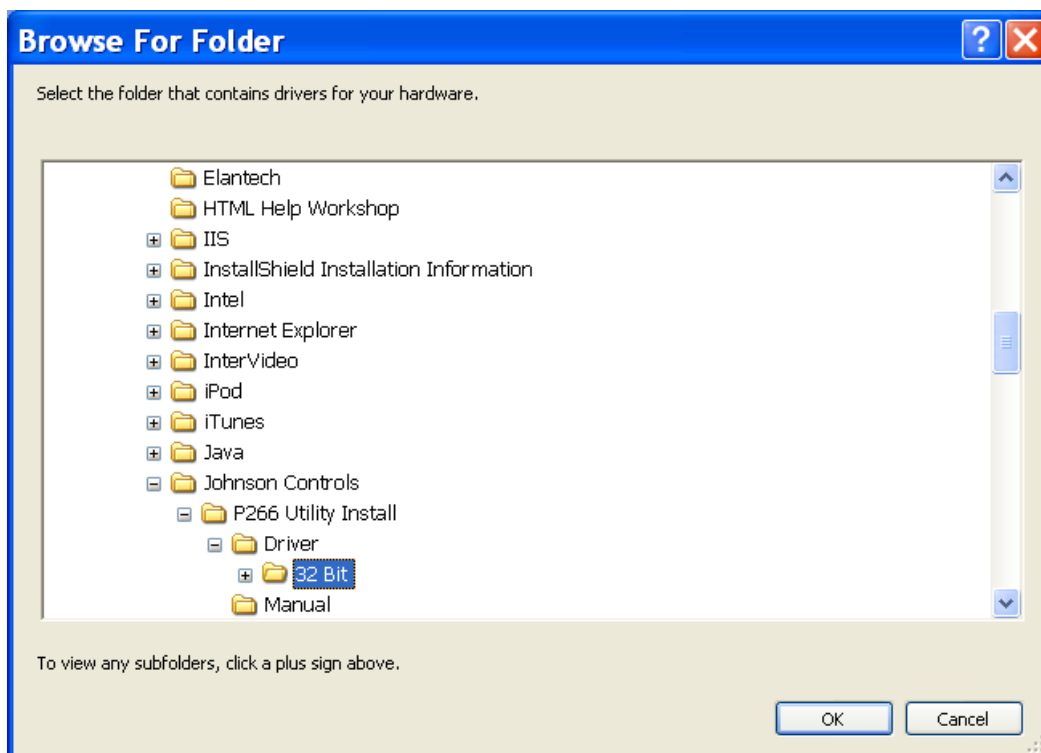

Figure 57 : Arborescence des dossiers
4. Lorsque vous y êtes invité, parcourez le dossier où P266 Utility est installé. Ce dossier contient des sous-dossiers dans lesquels on trouve à la fois une version 32 bits et 64 bits du pilote de périphérique pour le câble série, comme illustré en Figure 57.